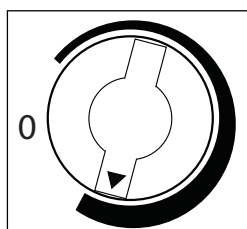

Fig. 1
- Tournez le bouton de commande de la temp. en sens horaire, en direction du réglage maximum (partie bleu/ foncé large) de la commande graduée. **(Voir la Fig. 1).**